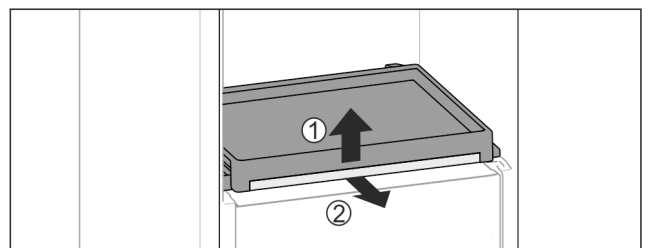

Fig. 95
- ▶ Izvadite izvlačni pretinac sa staklenom pločom: Staklenu ploču s prednje strane lagano podignite Fig. 95 (1) i izvučite prema naprijed Fig. 95 (2).